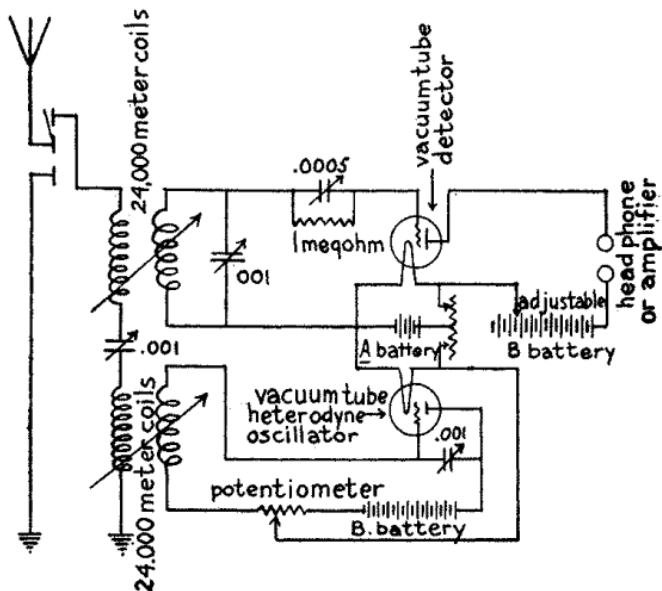

Fig. 61 – Diagrama de alambrado del receptor heterodino independiente
(8) dos baterías *B*, una de las cuales ha de llevar terminales; (9) un *potenciómetro*; (10) un *tubo de vacío amplificador* para establecer las oscilaciones heterodinas; (11) un par de *auriculares* y (12) todos los componentes para el *amplificador de dos etapas* tal como se detallan en el Capítulo IX, si es que va a emplear un amplificador. Las conexiones se indican en la *Fig. 61*.